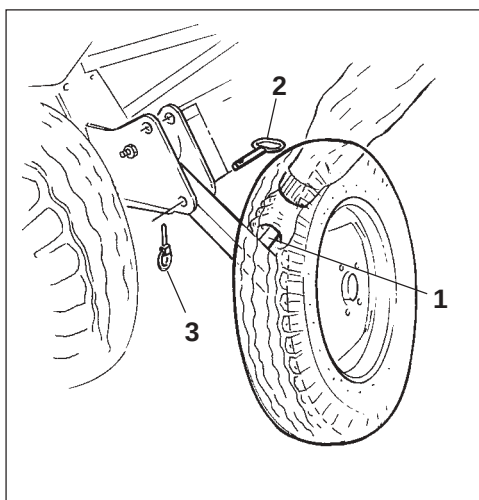

Рис. 19.13
- Транспортное колесо, "правое" крепко возьмите за ручку (Рис. 19.13/1).
- Снимите палец (Рис. 19.13/2), закрепленный откидным шплинтом и опустите транспортное колесо вниз.
- Закрепите "левое" транспортное колесо пальцем (Рис. 19.13/2) и зафиксируйте откидным шплинтом (Рис. 19.13/3).